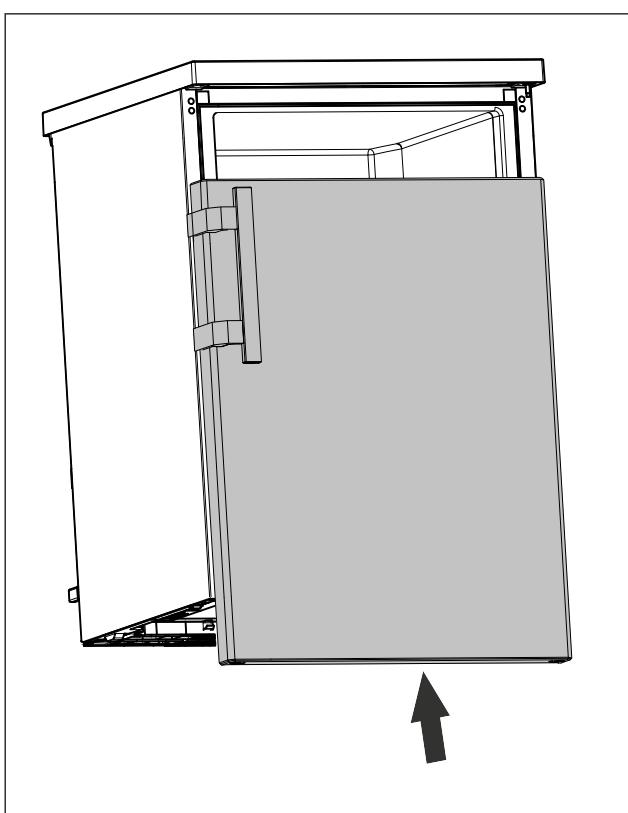

Fig. 24
- ▶ Надвиньте дверь в закрытом состоянии на верхний болт. (см. Fig. 24)